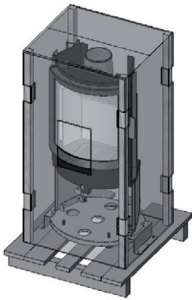

ABB. 1 - FRACHTSTÜCK STRIPE
- Eins enthält den Geräteaufbau wie in Abb. 1.